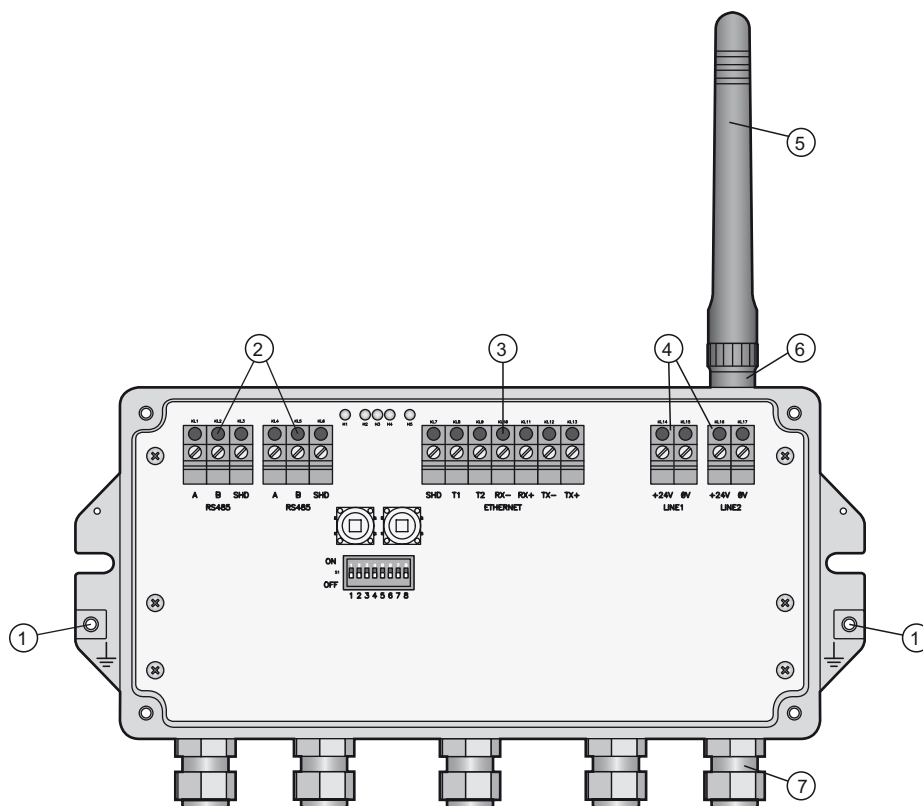

Fig. 5-1: Conexões e interfaces
- 1 Parafuse bem a antena ou a antena remota ao terminal da antena do dispositivo. (vide Item 6. Fig. 5.1 no Capítulo 5.1).
- 4 Conecte o cabo de alimentação de 24 Vcc à primeira conexão da fonte de alimentação "Linha 1", observando a polaridade (vide Fig. 5-1 acima).